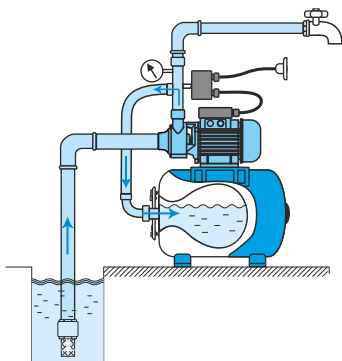

Рис.7 После успешного запуска можно перекрыть воду на выходе из напорной магистрали.
2. Вращением гайки(4) одновременно регулируется давление пуска (нижняя настройка) и давление отключения (верхняя настройка). Вращение по часовой стрелке одновременно увеличивает обе настройки, вращение против часовой стрелки – уменьшает.
3. Вращением гайки(5) регулируется разность между нижней и верхней настройкой. При этом нижняя настройка не меняется, а меняется значение верхней настройки. Вращение по часовой стрелке увеличивает значение верхней настройки; против часовой стрелки – уменьшает.
4. Значения настроенных давлений контролируются по манометру при закрытии и открытии вентиля 5 в напорной магистрали (рис. 7).